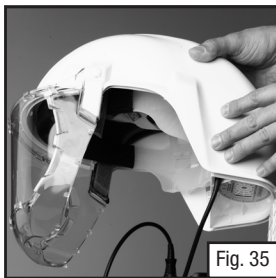

Fig. 35
3. Con cuidado voltee hacia arriba el casco (Fig. 35). El suficiente flujo de aire retendrá el indicador en su posición. Si el flujo de aire no retiene el indicador, reemplace el filtro/cartucho principal como se describe en la sección "Armado". Si aun así no se mantiene un flujo de aire adecuado, remítase a la sección "Localización de averías" incluida en las *Instrucciones*, y no use la unidad.